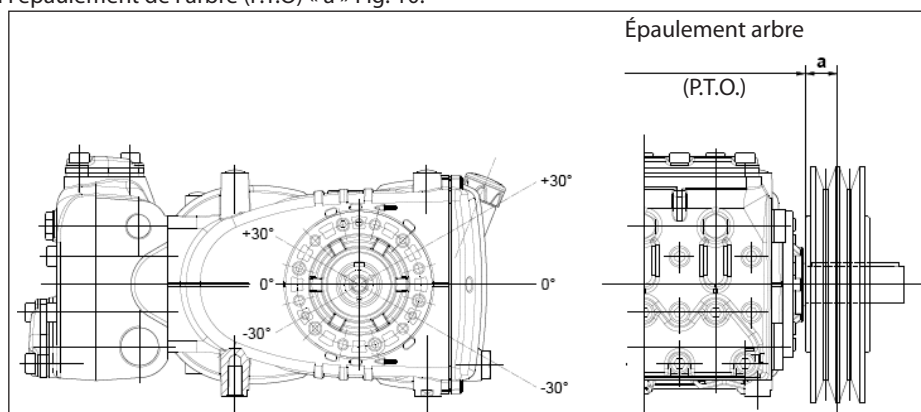

Fig. 10
La charge radiale sur l'arbre ne doit pas être supérieure à 3000 N (valeur nécessaire pour la définition du plan). La transmission est considérée appropriée si une telle charge est appliquée à une distance maximum de  $a=30$  mm de l'épaule de l'arbre (P.T.O) comme l'indique la Fig. 10.
- b) Utiliser des courroies à haut rendement - par exemple **XPB** au lieu de **SPB** - car il sera nécessaire d'avoir une quantité inférieure de courroies égales à la puissance transmise et par conséquent une distance inférieure de la résultante par rapport à l'épaulement de l'arbre (P.T.O.) « a » Fig. 10.